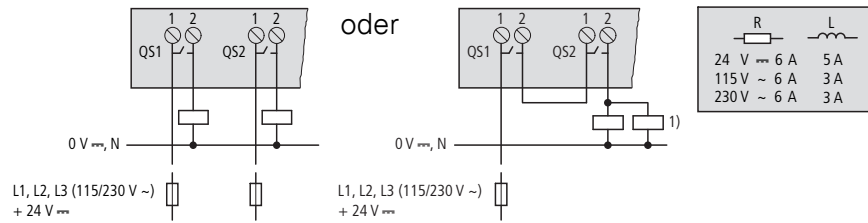

Abbildung 15: Relais-Ausgänge ES4P-221-DR..
- serielle Verschaltung von zwei QS-Ausgängen (ES4P-221-DR...), → Abbildung 15 auf Seite 41.